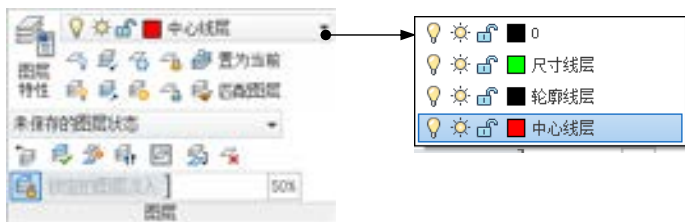

图 9.3.2 “图层”工具栏
(1) 切换图层。在图 9.3.2 所示的“图层”工具栏中，选择“中心线层”图层。